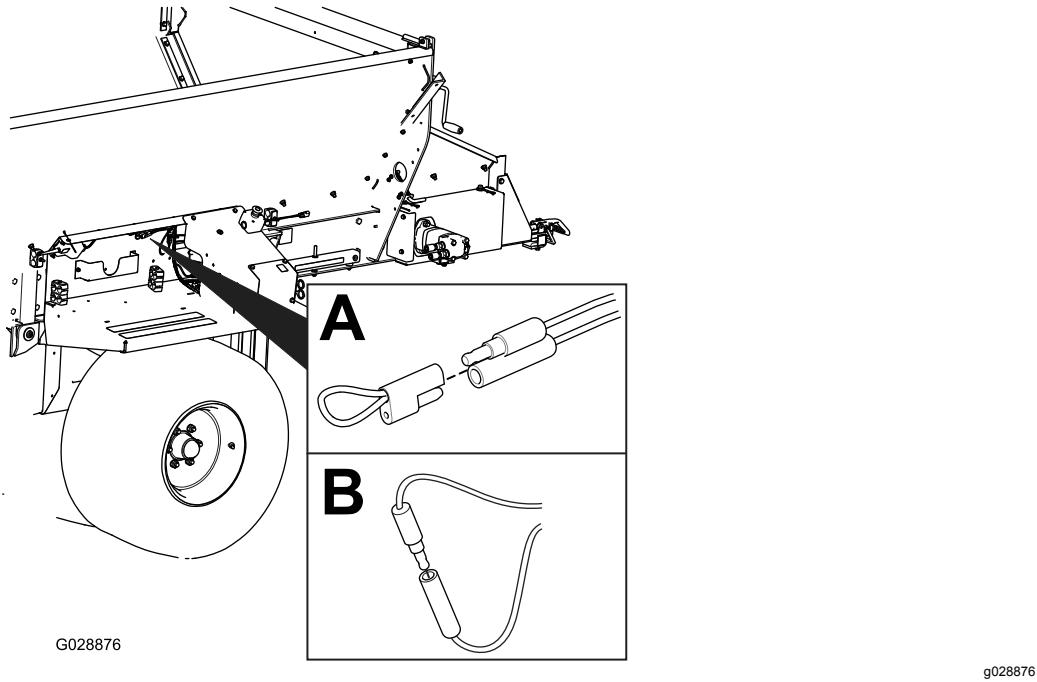

图 64
2. 拉掉两个并联的诊断接头图 64 A 上系的盖子。
3. 将并联的诊断接头连接在一起图 64 B。